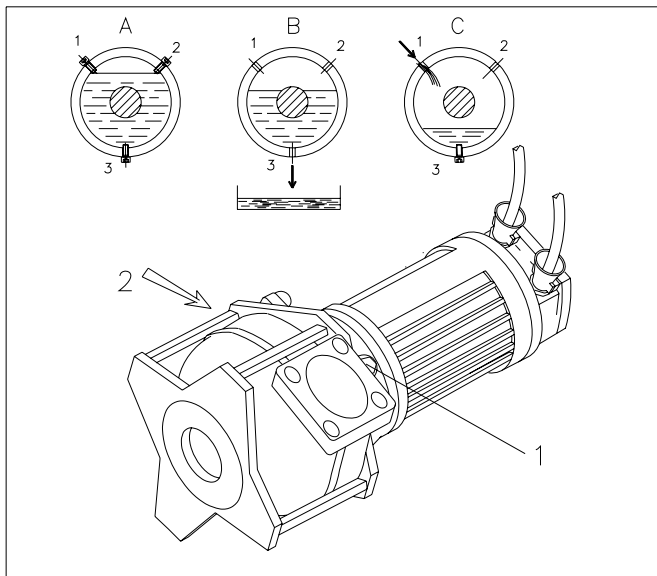

Fig. 7.8
Plaats de pomp horizontaal met de olieaftapplug (1) in de onderste stand (fig 7.8. positie A).
Draai de pomp terug in de oorspronkelijke positie en vul het oliereservoir met nieuwe olie, tot het olieniveau zich juist onder het vulgat bevindt (fig 7.8. positie A).